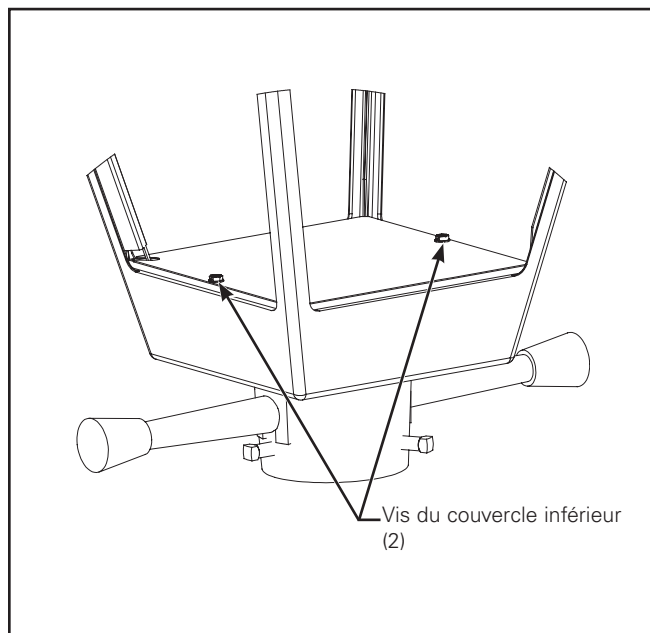

Figure 1.
1. Dévissez deux vis en utilisant le tourne-écrous de 5/16 po ou le tournevis à pointe cruciforme #10 du couvercle inférieur situé à la base du luminaire. (figure 1.) Retirez le couvercle inférieur pour accéder au compartiment de câblage.
4. Dévissez deux vis du couvercle inférieur situé à la base du luminaire (figure 1) en utilisant le tournevis de 5/16 po ou le tournevis à pointe cruciforme #10. Retirez le couvercle inférieur pour accéder au compartiment de câblage.